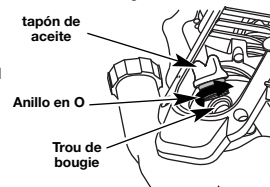

Fig. 26
**NOTA:** Verifique que el anillo en O esté en su lugar en el tapón de relleno de aceite / varilla de medición cuando mida y cambie el aceite (Fig. 26).